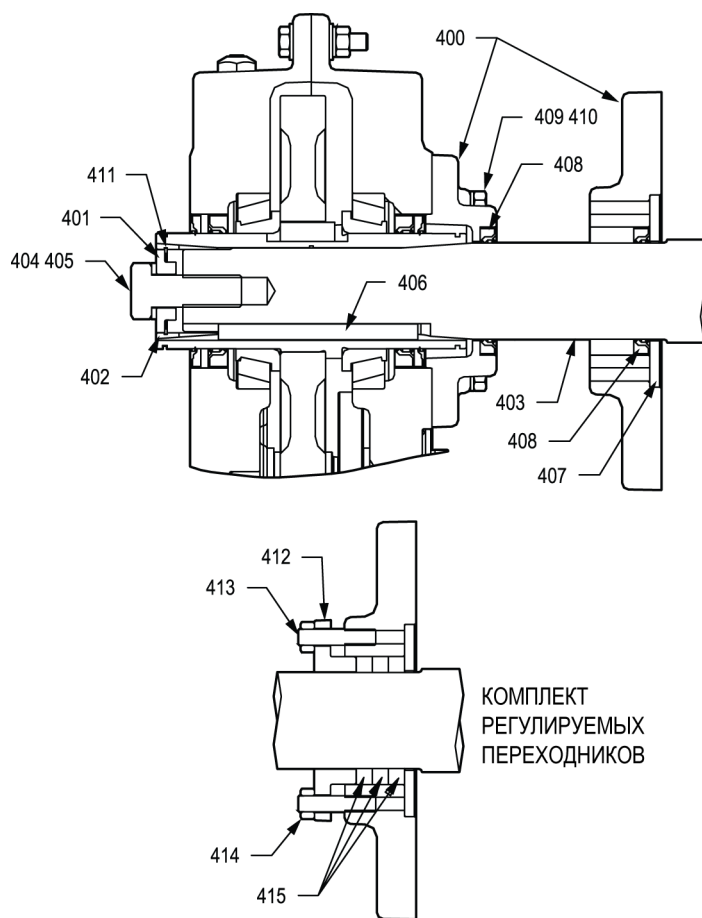

Рис. 16. Переходник шнекового конвейера
1. Установите уплотнения (408) в кожух переходника, как показано на рис. 16. Если используется дополнительный переходник сальника, то установите только одно уплотнение в малый конец переходника. При установке уплотнений соблюдайте предельную осторожность, чтобы не повредить их. Вдавите или ударом установите уплотнения на место, при этом надавливать можно только на наружную кромку уплотнения. Убедитесь, что уплотнения установлены равномерно и не наклонены.
2. Если используется дополнительный переходник сальника, то установите две шпильки (413), стопорное кольцо (412) и две гайки (414). Наверните гайки на шпильки примерно на 4—5 шагов резьбы. Установите три оплетенных уплотнения (415) в полость переходника в круговом направлении. Прижмите буртики оплетенных уплотнений к регулируемому стопорному кольцу (412). Для облегчения установки ведущего вала на шаге 7 можно перед установкой слегка прижать оплетенные уплотнения мягким молотком. При установке оплетенных уплотнений раздвиньте соединения.
3. Легкими ударами установите большую шайбу (407) в выточку на большом конце переходника для уплотнения оплетенного материала, установленного на шаге 2, или уплотнения, установленного на шаге 1.
5. Установите переходник шнекового конвейера (400) так, чтобы малый конец присоединялся к редуктору.
6. Установите четыре винта переходника (409) и стопорные шайбы (410) в переходник и вкрутите их в редуктор. Затяните четыре винта (409) с указанным в табл. 9 моментом затяжки.
8. Установите стопорное кольцо (411) между конической поверхностью проточки вала редуктора и ведущим валом шнекового конвейера (402). Следите за тем, чтобы ведущий вал был полностью установлен в редукторе.
9. Установите прижимную планку (401), винт ведущего вала (404) и стопорную шайбу (405). Затяните соединение с указанным в табл. 9 моментом затяжки.